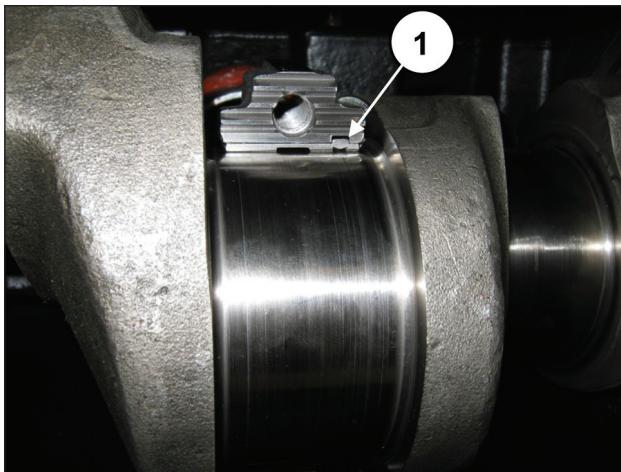

Fig. 68
**Para uma montagem correta dos semi-rolamentos, certifique-se de que a lingueta de referência dos semi-rolamentos esteja posicionada na caixa adequada sobre a semi-haste (pos. ①, Fig. 68).**